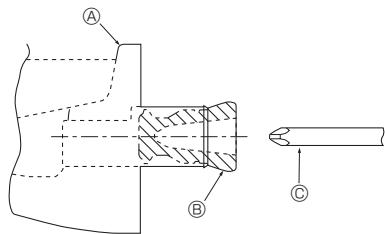

Fig. 5-1
- Para a tubagem da esquerda, introduza o bujão de borracha na porta de drenagem direita. (Fig. 5-1)
- (A) Recipiente de drenagem